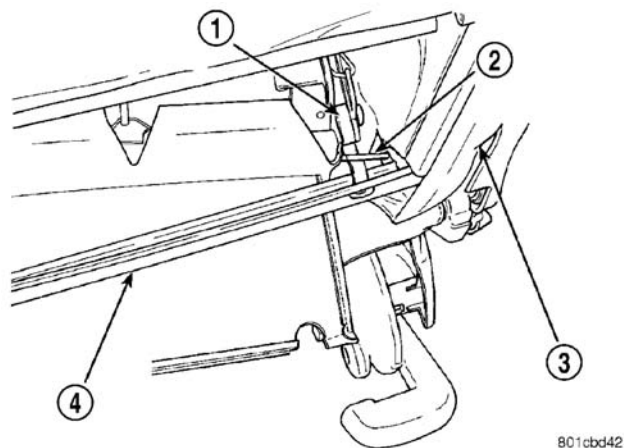

图5 互锁拉杆
- （2）将座椅靠背铰链互锁拉杆装到儿童约束防护座椅铰链外缘的上部（图5）。